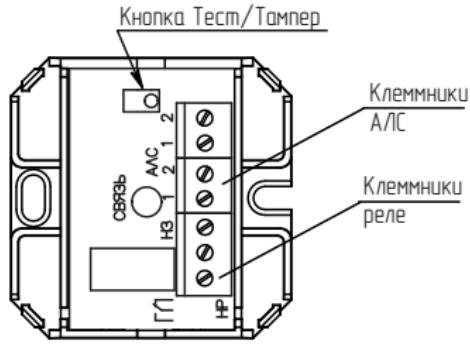

Рисунок 2
- б) смонтировать РМ на стену, используя отверстия в основании (рисунок 2);